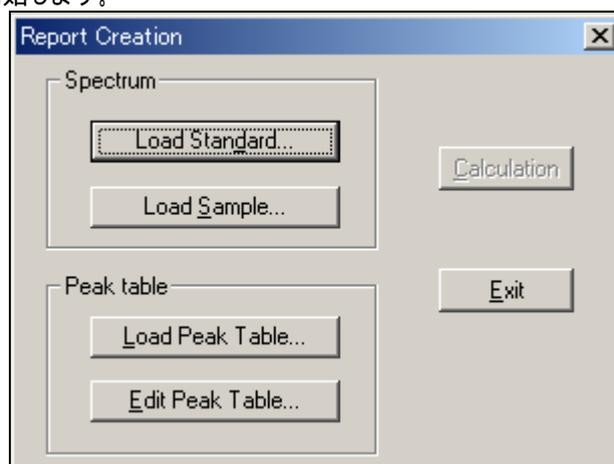

図 3-2 レポート作成機能初期画面
6. そこで、<Report>ボタンをクリックすると、図 3-2 のダイアログボックスが開き、日本薬局方対応レポート作成機能が開始します。